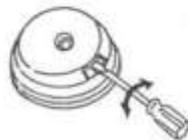

図10
- ①ナイロンコードキャップをはずし、ナイロンコードリールをはずします。お手持ちのマイナスドライバーをナイロンコードボーデーの溝から出ている爪の上に咬ませ、そのままドライバーを半回転させばはずれます。(図10)